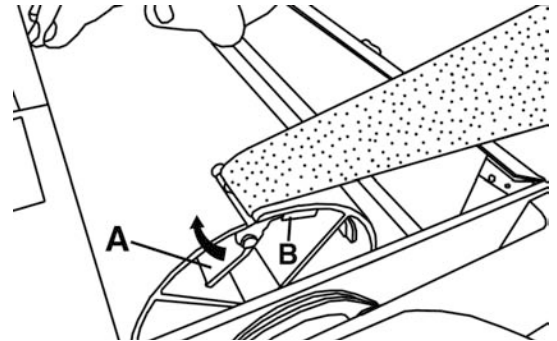

Figure 12
Appuyez sur le levier de la pince gauche (A) Fig.12 vers le haut juste assez pour permettre au bout "G" de la courroie de ponçage (voir illustration ci-dessus) de glisser sous la pince (B). Relâchez le levier de la pince pour fixer la courroie de ponçage en place. Référez-vous à la Fig.12, cette figure illustre la position propre de départ.